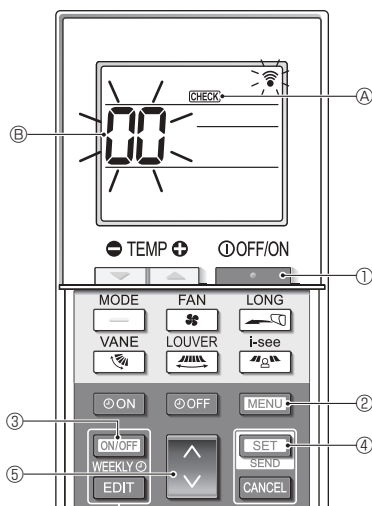

Fig. 7-6
■ Självtest (Fig. 7-6)
- Tryck på knappen ① för att stänga av luftkonditioneringen.
- Om veckotimern är aktiverad (**WEEKLY** lyser), tryck på knappen ③ för att inaktivera den (**WEEKLY** slocknar).
- Tryck på knappen ② i 5 sekunder.
- CHECK** ④ tänds och enheten går in i självtestläge.
- Tryck på knappen ⑤ för att välja den köldmedelsadress (M-NET-adress) ⑥ på inomhusenheten som du vill utföra självtestet på.
- Tryck på knappen ④.
- Tryck på knappen ①.
- CHECK** ④ och köldmedelsadressen (M-NET-adress) ⑥ slocknar och självtestet är klart.